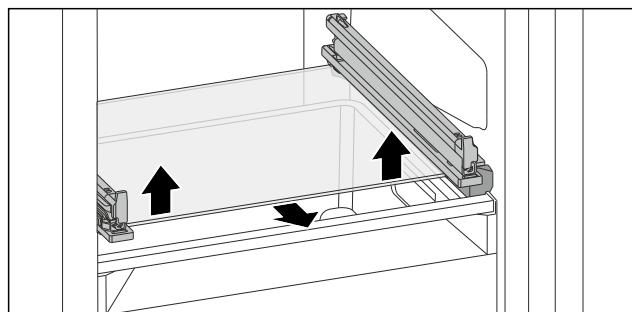

Fig. 131 Glasplatte des abkippbaren Schubfachs
- Glasplatte von unten beidseitig nach oben drücken. (siehe Fig. 131)